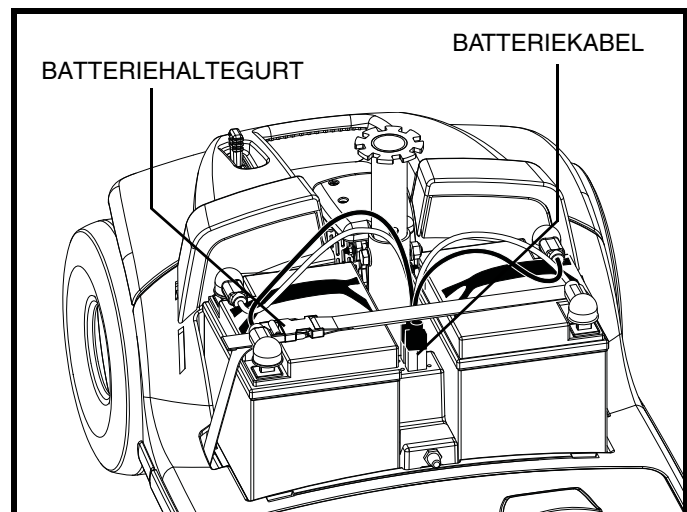

Abb. 19. Kabelverbindungen
4. Entfernen Sie beide Batteriegurte und ziehen Sie diese einzeln nach oben. **Siehe Abb. 19.**